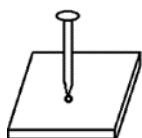

Рис.1
**3.2.** В любом случае, при использовании технологии прямого монтажа рекомендуется тест на пригодность конкретного материала основания. Для этого необходимо выбранный дюбель приставить к основанию и ударить по нему молотком. Затем осмотреть острие дюбеля. Если острие не повреждено и в основании остался четкий след от дюбеля, скорее всего, это основание подходит для использования технологии прямого монтажа (см. рис.1).